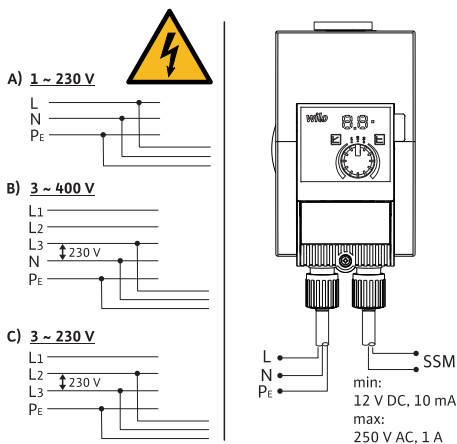

Fig. 3: Possibilidades de ligação
- Ligar a redes de baixa tensão de 230 V. Em caso de ligação a redes IT (forma de rede Isolé Terre), certificar-se de que a tensão entre as fases (L1-L2, L2-L3, L3-L1 → Fig. 3) não excede 230 V. Em caso de avaria (falha na ligação à terra), a tensão entre as fases e PE não pode exceder 230 V.